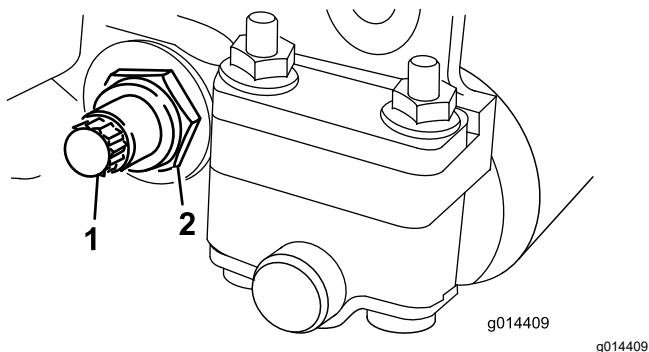

Рисунок 14
3. С каждой стороны машины ослабьте контргайку, крепящую болт планки неподвижного ножа (**Рисунок 14**).
4. Выверните все болты планки неподвижного ножа, потяните планку вниз и отсоедините от режущего блока (Рисунок 14).